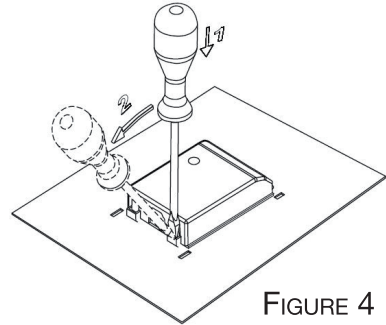

FIGURE 4
1. À l'aide d'un tournevis, ouvrez le couvercle du boîtier de raccordement situé à l'arrière de l'appareil. Pour cela, soulevez les 2 clips sur le couvercle du boîtier comme indiqué sur la figure 4 ci-contre.